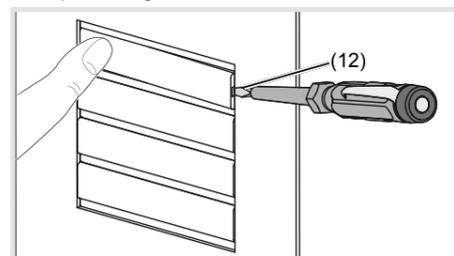

Figura 5: sostituzione della targhetta nome
- Tenere premuti i tasti di chiamata su un lato. Sul lato di fronte, l'apertura a leva (12) diventa accessibile per un cacciavite.
- Inserire il cacciavite nell'apertura a leva (12) e svitare l'arresto (figura 5).